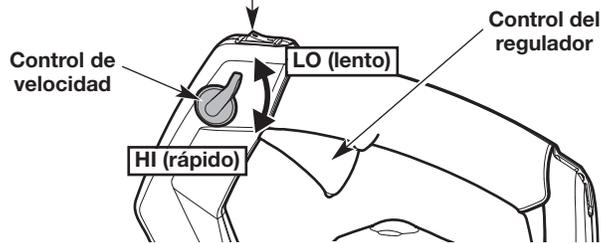

Fig. 6
NOTA: No hay necesidad de encender la unidad. El interruptor de encendido/apagado debe estar en la posición **Encendido (I)** en todo momento (Fig. 6).
2. Mueva el control de crucero a la posición **LO (lento)** (Fig. 6).
NOTA: Mantenga el control de crucero en posición **LO (lento)** y **NO presione el control del acelerador (Fig. 6) hasta el paso 7.**
NOTA: Si la unidad se detiene durante ese período, oprima y mantenga oprimido el control del acelerador o mueva el control de crucero a la posición **HI (rápido)** (Fig. 6) y tire de la cuerda de arranque con un movimiento controlado y firme hasta que la unidad se ponga en marcha.
7. Apriete y mantenga oprimido el control del acelerador o mueva el control de crucero a la posición **HI (rápido)** (Fig. 6). Deje que el motor se caliente durante 30 a 60 segundos. Se puede usar la unidad durante este período.
2. Oprima y no suelte el interruptor de control de encendido/apagado en la posición **Apagado (O)** hasta que el motor se detenga por completo (Fig. 6).
NOTA: No hay necesidad de encender la unidad. El interruptor de Encendido/Apagado debe estar en la posición **Encendido (I)** en todo momento (Fig. 6).
NOTA: Mantenga el control de crucero en posición **LO (lento)** y **NO presione el control del acelerador (Fig. 6)** hasta el paso 9.
NOTA: Si la unidad se detiene durante ese período, oprima y mantenga oprimido el control del acelerador o mueva el control de crucero a la posición **HI (rápido)** (Fig. 6), luego active el accesorio de arranque eléctrico a intervalos no mayores de 2 segundos cada uno hasta que arranque la unidad.
9. Apriete y mantenga oprimido el control del acelerador o mueva el control de crucero a la posición **HI (rápido)** (Fig. 6). Deje que el motor se caliente durante 30 a 60 segundos. Se puede usar la unidad durante este período.
- Use el control de velocidad para facilitar la operación continua (Fig. 6).